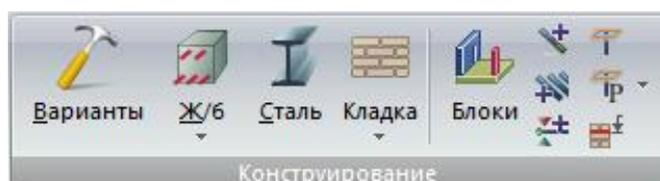

Рис. 16. Панель Конструирование
- **Конструирование** (рис.16) – операции по созданию вариантов конструирования, задание материалов, задание уровней для расчета кладки, создание конструктивных блоков (КоБ), конструктивных элементов (КоЭ) и унифицированных групп (УГ, УГ КоЭ), создание контуров продавливания, мозаика геометрических характеристик контуров продавливания